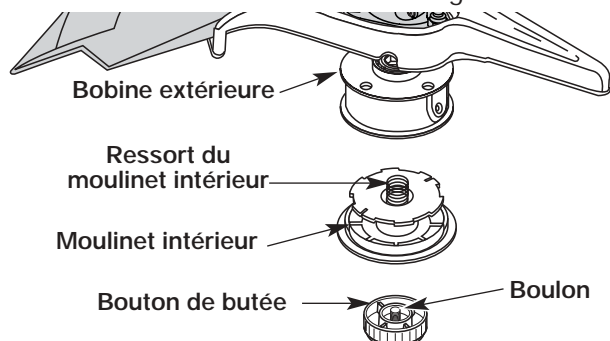

Fig. 27
1. Tenez la bobine extérieure d'une main et dévissez le bouton de butée vers à droite (Fig. 27). Inspectez le boulon à l'intérieur du bouton de butée pour vous assurer qu'il se déplace librement. Remplacez le bouton de butée s'il est endommagé.
2. Retirez le moulinet intérieur de la bobine extérieure (Fig. 27).
3. Retirez le ressort du moulinet (Fig. 27).
2. Retirez l'ancien moulinet intérieur de la bobine extérieure (Fig. 27).
3. Retirez le ressort de l'ancien moulinet intérieur (Fig. 27).